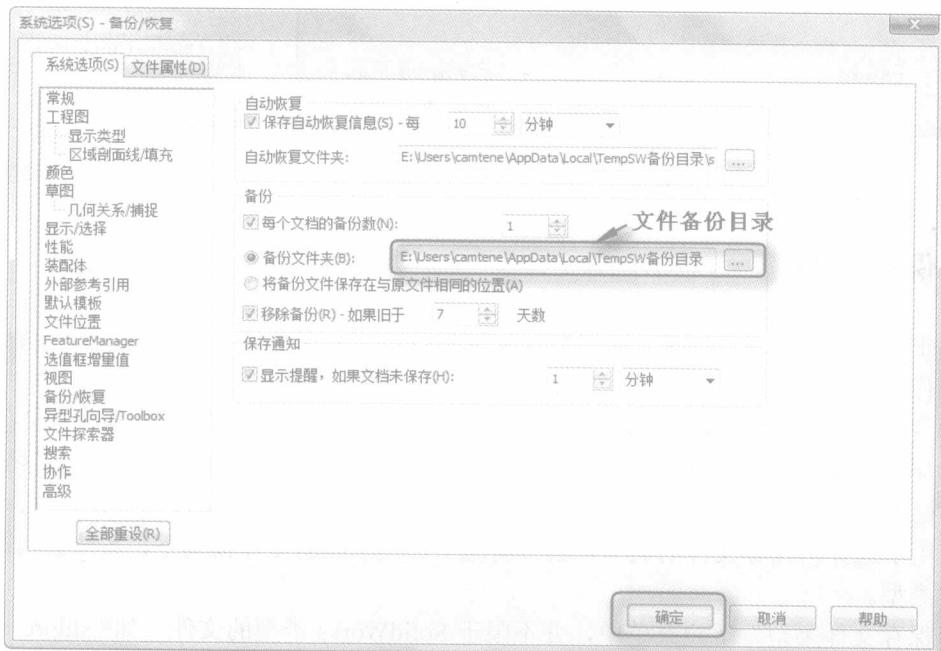

图 1-20 “系统选项—备份/恢复”对话框
- (1) 执行命令。执行【工具】→【选项】菜单命令，选择选项；
- (2) 设置保存目录。系统弹出如图 1-20 所示的“系统选项—备份/恢复”对话框，单击对话框中的“系统选项”选项，单击右侧“备份文件夹”单选按钮，可以修改保存备份文件的目录。